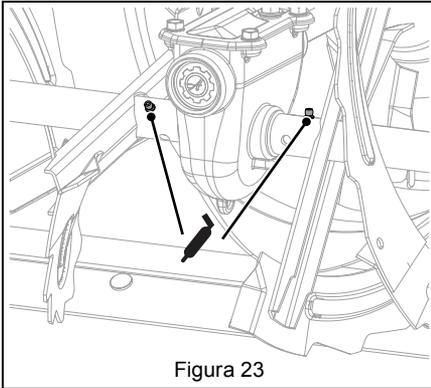

Figura 23
2. Aplique grasa en los puntos de engrase. Ver Figura 23.